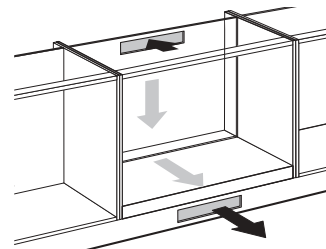

Abb. 8: Entlüftungsöffnungen
- Sägen Sie die Entlüftungsöffnungen (min. 100 cm²) aus. Die Entlüftung erfolgt über die Sockelblende und die Schrankrückseite (siehe Abb. 8).